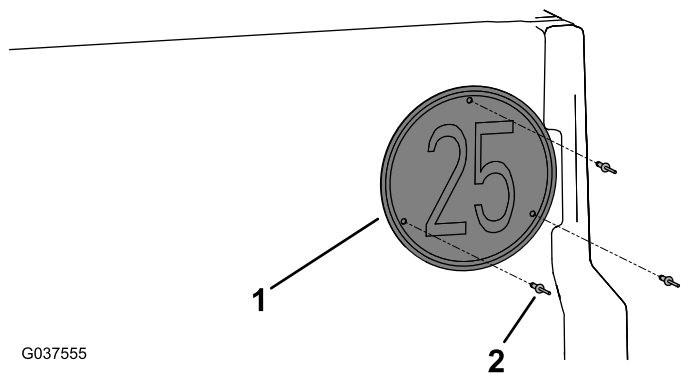

Figura 18
4. Montate la piastra di velocità sulla sponda posteriore utilizzando 3 ribattini con spina (3/16" x 15/16"), come illustrato nella Figura 18.